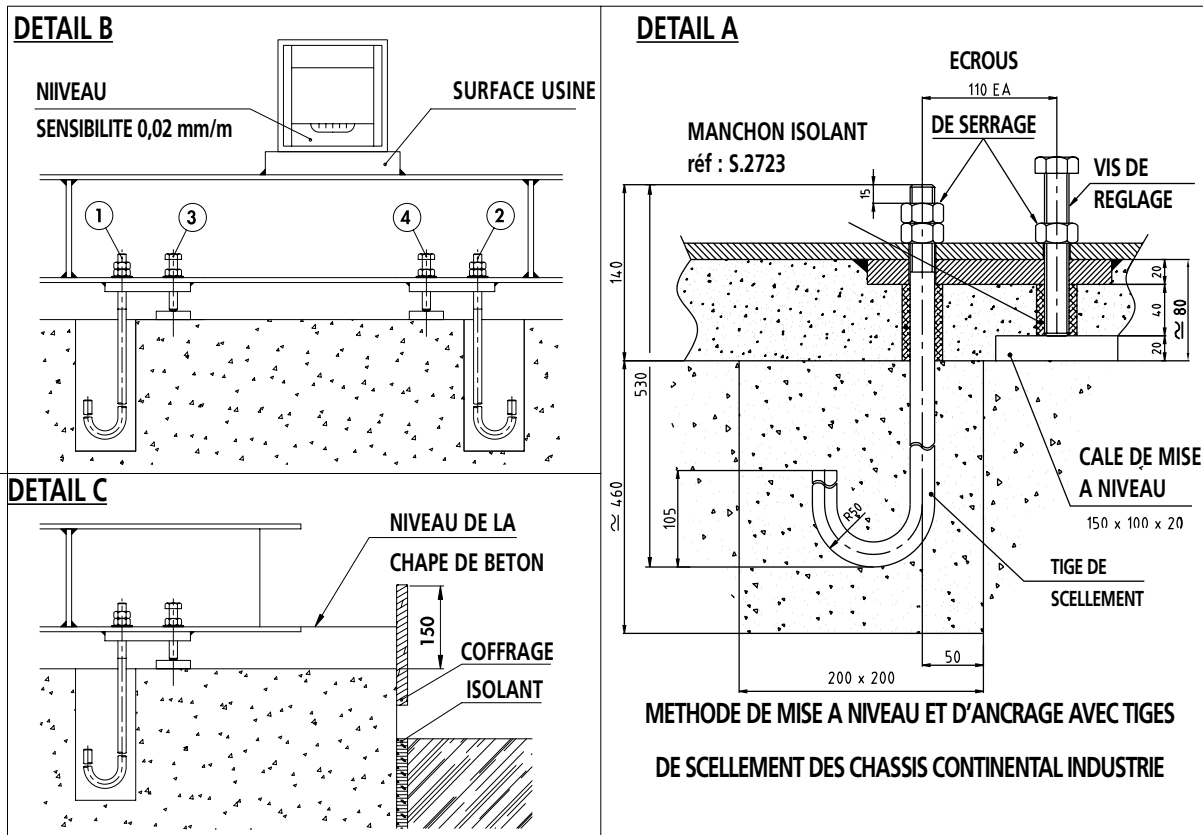

Fig 3.4
2. Soulever le châssis d'environ un mètre au-dessus du massif. Monter les vis de réglage et les boulons d'ancrage comme indiqué sur le détail A de la Fig. 3.4 (voir page suivante). Vérifier que les dépassements indiqués de 15 mm et de 50 mm sont bien respectés.
On effectue les réglages en positionnant le niveau à bulle sur le plan usiné comme indiqué sur le détail B de la Fig.3.4 et en agissant sur les vis de réglage de niveau et des boulons d'ancrages.
8. Nettoyer la surface du massif et la préparer pour couler le ciment. Réaliser préalablement un coffrage comme indiqué sur le détail C de la Fig. 3.4. Dans le cas d'une installation à ciel ouvert, réaliser au préalable des drains adaptés pour l'eau de pluie en tenant compte de la forme du châssis.